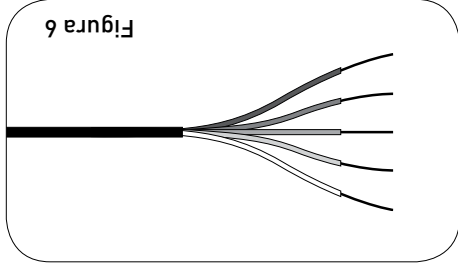

Figura 6
4. Retire de 2,2 a 2,5 cm de aislante de cada conductor (Figura 6).